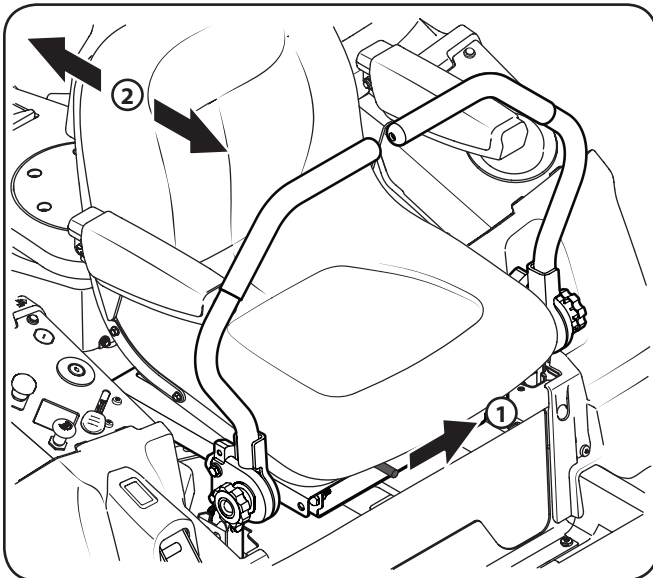

Figure 3-7
1. Pour ajuster la position du siège, poussez le levier de réglage du siège vers la gauche. Voir Figure 3-7.
2. Glissez le siège vers l'avant ou vers l'arrière à la position désirée, puis relâchez le levier de réglage. Assurez-vous que le siège est verrouillé en position avant d'utiliser l'appareil. Voir Figure 3-7.
Dans des conditions normales de fonctionnement, il n'est pas nécessaire d'ajouter de l'huile dans le réservoir. Le niveau d'huile À FROID doit être à moins d'un quart de pouce du fond du réservoir d'expansion (niveau FULL COLD). Voir Figure 3-7.